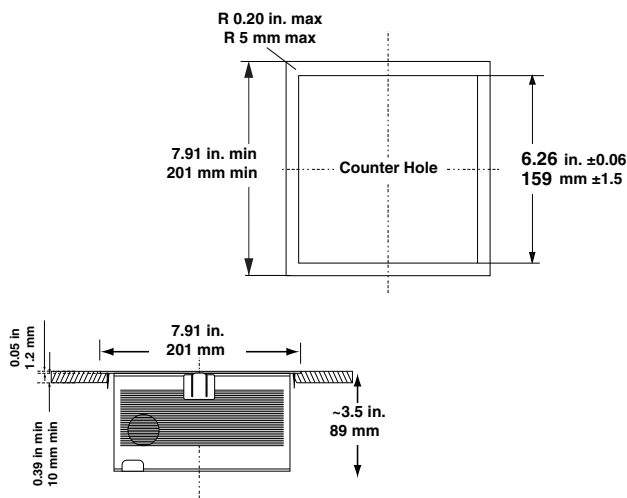

図 1-10 LS7808-SR20007TCR の設置（オプション B）
7. 一般的な設置例（図 1-10）に示すように、ケーブルを穴の下から通して、スキャナに接続します。